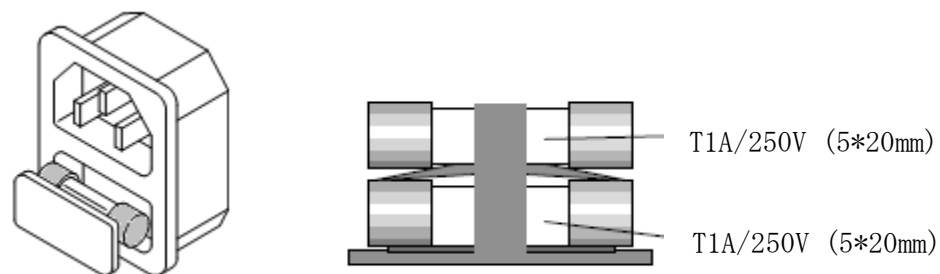

図2-2 ヒューズレセプタクル
- 2.3.2 ACラインヒューズは、図2-2のACラインレセプタクルの下にあります。新しいヒューズに交換するためには、小さなドライバを使用してヒューズホルダを引き出します。表1-2に表示されている適切な仕様のヒューズへ交換します。